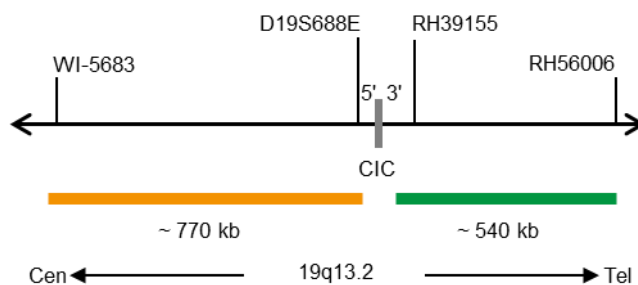

Fig. 1 : Carte de la sonde SPEC CIC (pas à l'échelle)
- Polynucléotides marqués au ZyGreen (excitation 503 nm/émission 528 nm) (~10 ng/μl), qui ciblent une séquence de 19q13.2* (chr19:42,835,047-43,374,575) distale de la région des points de rupture de CIC (voir figure 1).
- Polynucléotides marqués au ZyOrange (excitation 547 nm/émission 572 nm) (~4,5 ng/μl), qui ciblent une séquence de 19q13.2* (chr19:41,980,301-42,751,339) proximale de la région des points de rupture de CIC (voir figure 1).